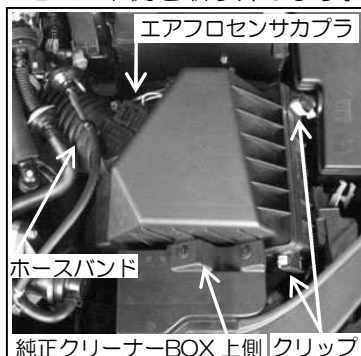

図1
- ①エアフロセンサカバーを取り外します。(図1参照) ②クリップ2ヶ所を外します。(図1参照)
- ③ホースバンドを緩め、純正クリーナーBOX 上側を取り外します。(図1参照) ④純正クリーナーBOX 下側を留めているゴム輪を外します。(図2参照) ⑤樹脂クリップを取り外します。(図3参照) ⑥純正クリーナーBOX 下側を取り外します。(図3参照) ⑦純正クリーナーBOX からエアフロセンサを取り外します。